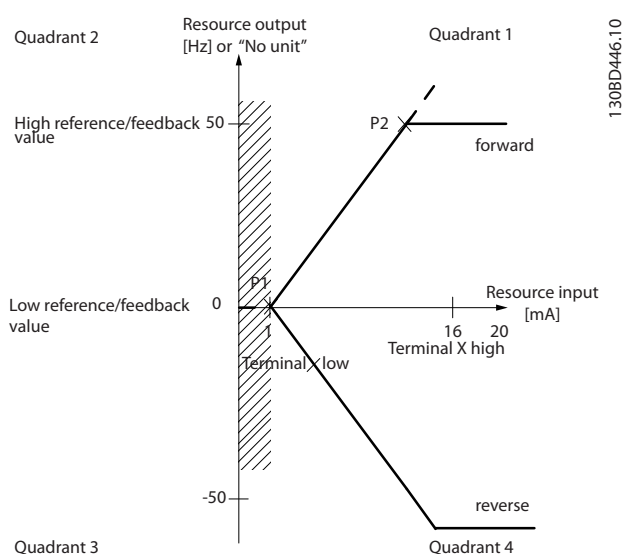

图 2.19 死区大小
- 最小参考值（请参阅表 2.4 了解相关参数）或最大参考值必须为零。换言之，P1 或 P2 必须在图 2.19 的 X 轴上。
死区的大小由 P1 或 P2 定义，如图 2.19 所示。